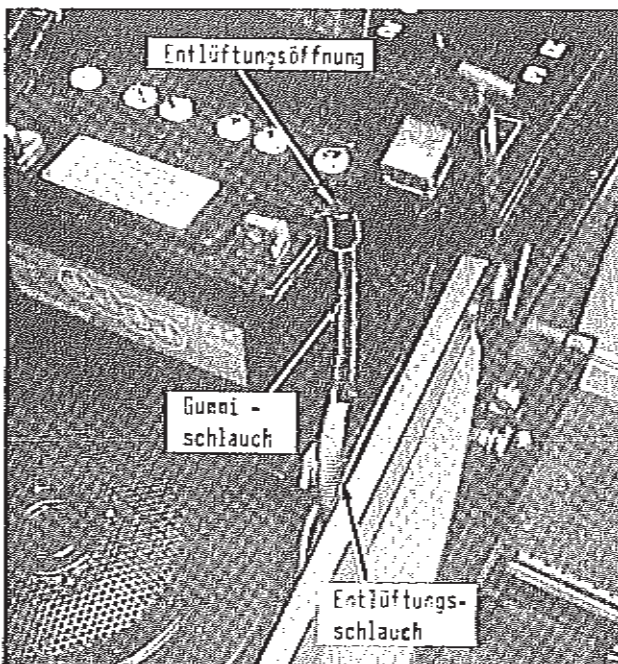

Abb. 3
2. Setzen Sie die Batterie so in den Batteriekasten, daß die Anschlußklemmen nach vorn zeigen, Abb. 3.
4. Schieben Sie den Gummischlauch in die Entlüftungsöffnung der Batterie, das andere Ende des Schlauches in das Entlüftungsrohr, Abb. 3.